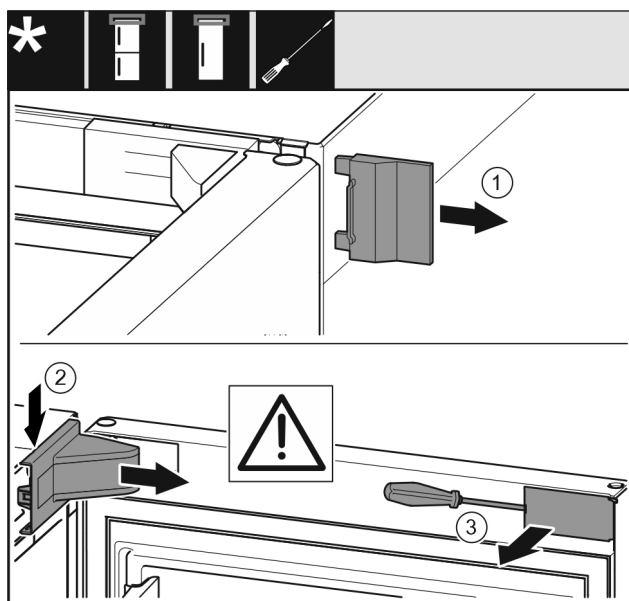

Fig. 11
- ▶ 取下外盖 Fig. 11 (1)。
- ▶ 拆卸并取下托架盖 Fig. 11 (2)。
- ▶ 使用带槽螺丝刀松开隔板 Fig. 11 (3)并把它转到一边。